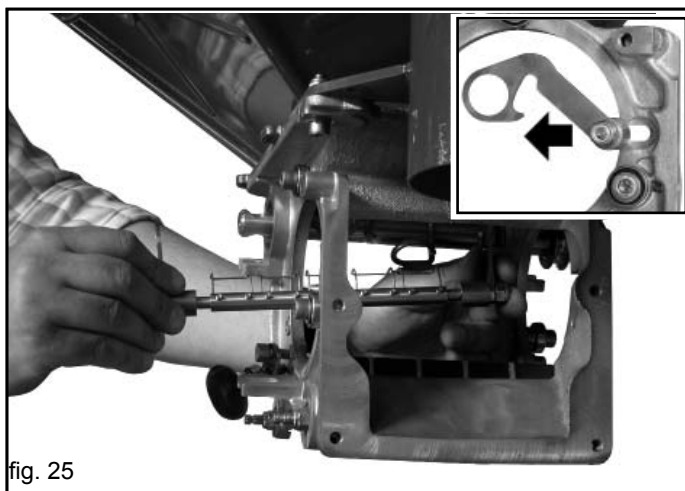

fig. 25
- 4) Reinigungswelle nach vorne ziehen und aus dem Dosiergeraet entnehmen. (Fig. 25).